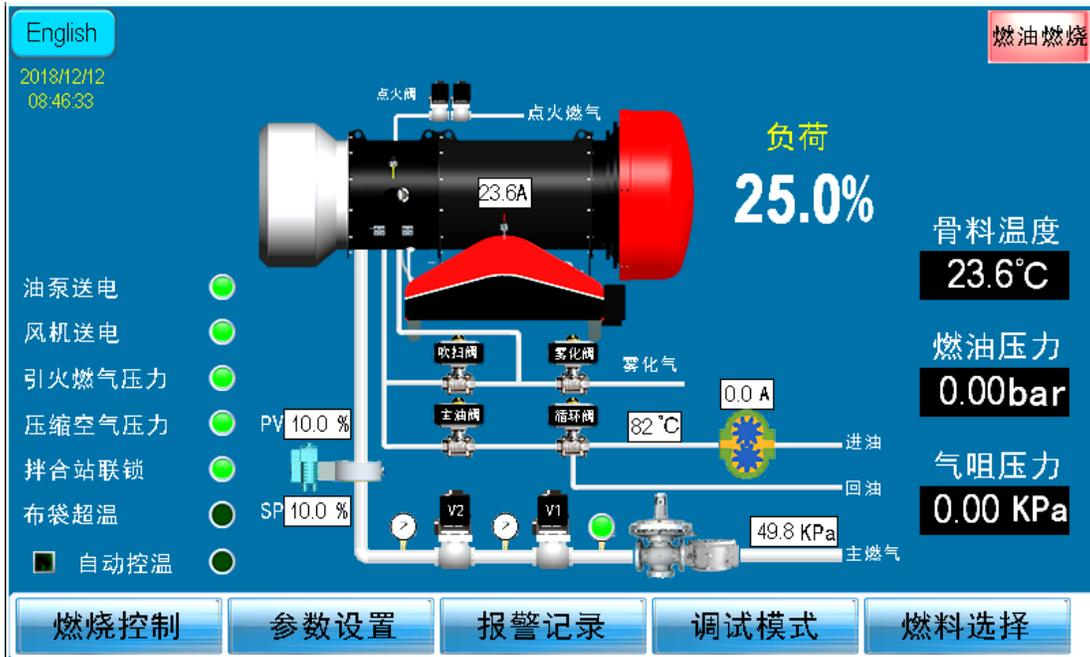

图 17 燃烧器主界面
2、控制电源送电并经过系统自检启动后即进入燃烧器主界面（见图 17）：